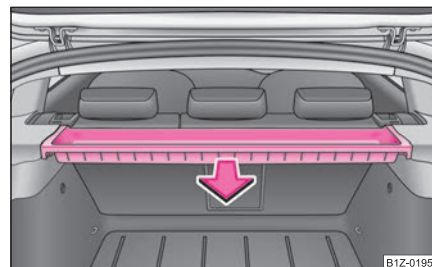

Fig.117 Desmontaje del compartimento guardaobjetos
- Asa el compartimento con ambas manos y sáquelo tirando de él en el sentido de la flecha ⇒ página 101, fig. 117.